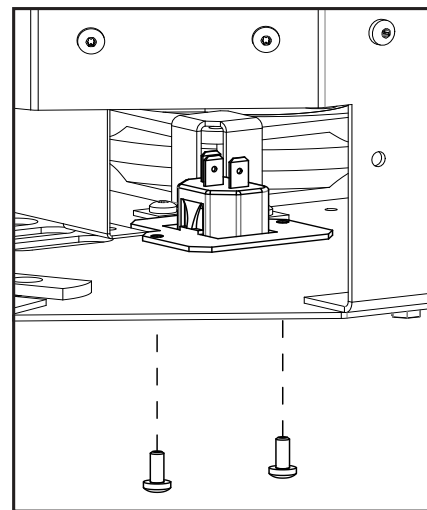

Figure 84: Connexion de la prise électrique
5. Fixez la plaque adaptatrice à travers la chambre de combustion en réutilisant les deux (2) vis T20 (voir la Figure 84).